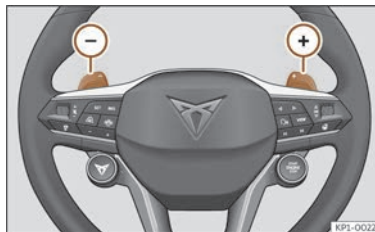

Abb. 119 Lenkrad: die Hebel für Automatikgetriebe.
- Tippen Sie die Schaltwippe (+), um einen Gang hochzuschalten >>> (Abb. 119).